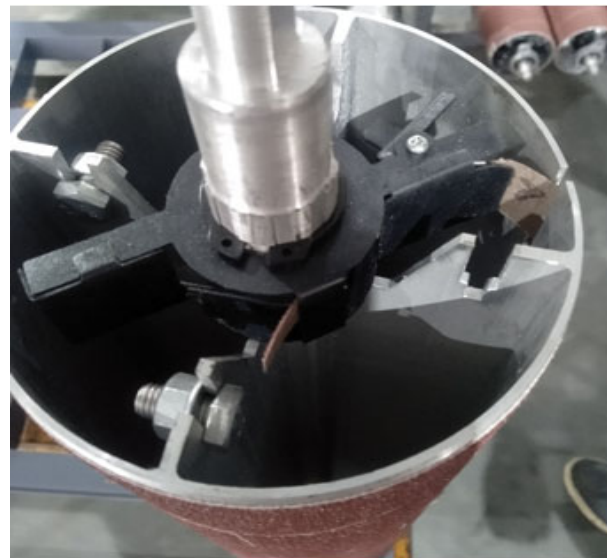

Abb. 31: Festklemmen des Gürtels
Schritt 7: Messung an der Stelle A und B wie in Abbildung 31 dargestellt durchführen.